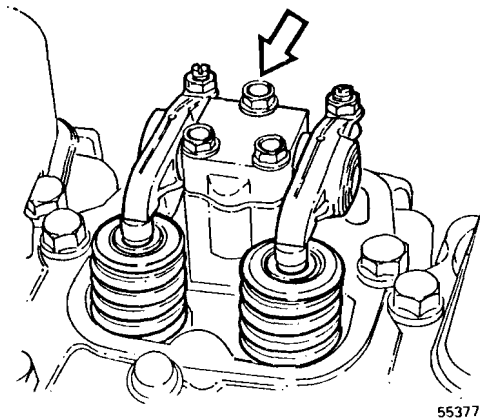

Fig. 63a
- 9 Montar los empujadores en sus lugares. Montar el mecanismo de balancines. Par de apriete: 50 Nm (fig. 63a).